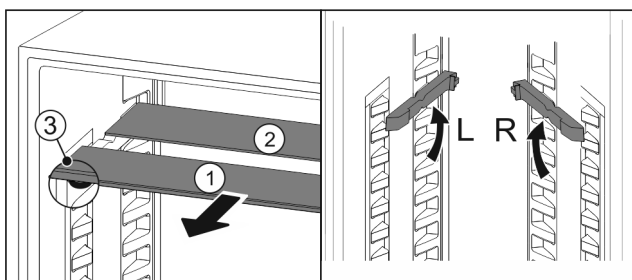

Fig. 23
- Skleněné desky jednotlivě vytáhněte dopředu Fig. 23 (1).
- ▷ Skleněná deska Fig. 23 (1) s ozdobnou lištou leží vpředu.
- ▷ Zářázky Fig. 23 (3) směřují dolů.